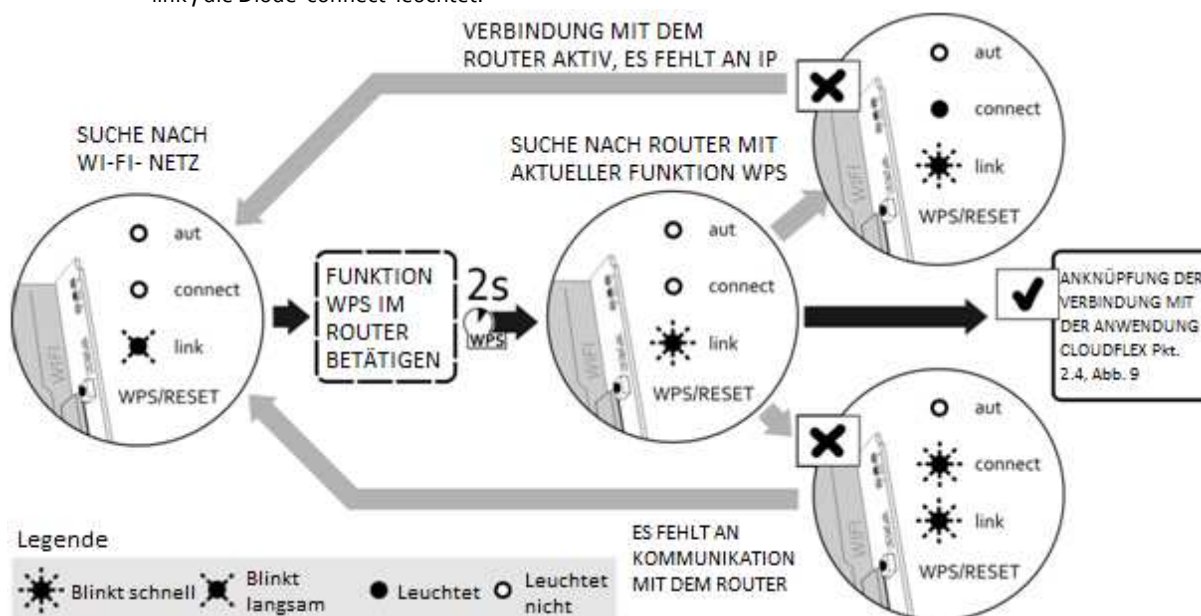
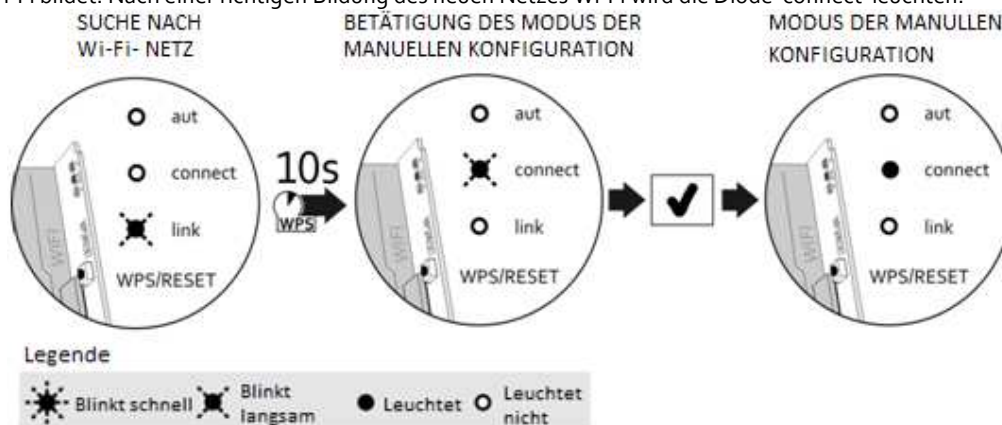

Abb. 4 Automatische Gewinnung der Einstellungen des Netzes Wi-Fi mit der Funktion WPS.
Abb. 5 Manuelle Konfiguration der Verbindung mit dem Router – Einführung der Karte WL in den Modus der manuellen Konfiguration
Die Konfiguration der Karte soll mit Benutzung vom Modus WPS des Routers (Abb.4, Pkt.2.1) oder manuell durchgeführt werden (die Karte wird in den Modus der manuellen Konfiguration, Abb. 5, Pkt.2.2. umgeschaltet).
Die Konfiguration der Karte WL mittels der Funktion WPS des Routers soll auf folgende Art und Weise durchgeführt werden (Abb. 4):
Die Karte WL wird im Falle des Auftretens der Fehler während der Suche nach Verbindung mit dem Router sie mittels der Signaldioden signalisieren (Abb.4 und Tabelle 1):
- Schritt 1:** die Taste WPS/RESET für etwa 10s (Abb.5) bis zum Moment halten, bis die rote Diode 'connect' langsam zu blinken beginnt. Das Blinken der roten Diode 'connect' bedeutet, dass die Karte WL ein neues Netz Wi-Fi bildet. Nach einer richtigen Bildung des neuen Netzes Wi-Fi wird die Diode 'connect' leuchten.